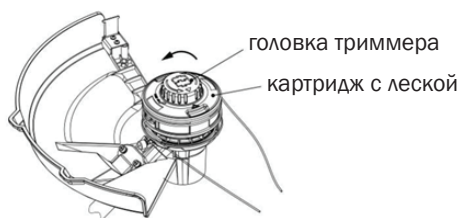

Рис. 16
3. Конец лески появляется с противоположной стороны катушки, потяните оба конца лески, пока они не станут одинаковой длины (Рис. 16).